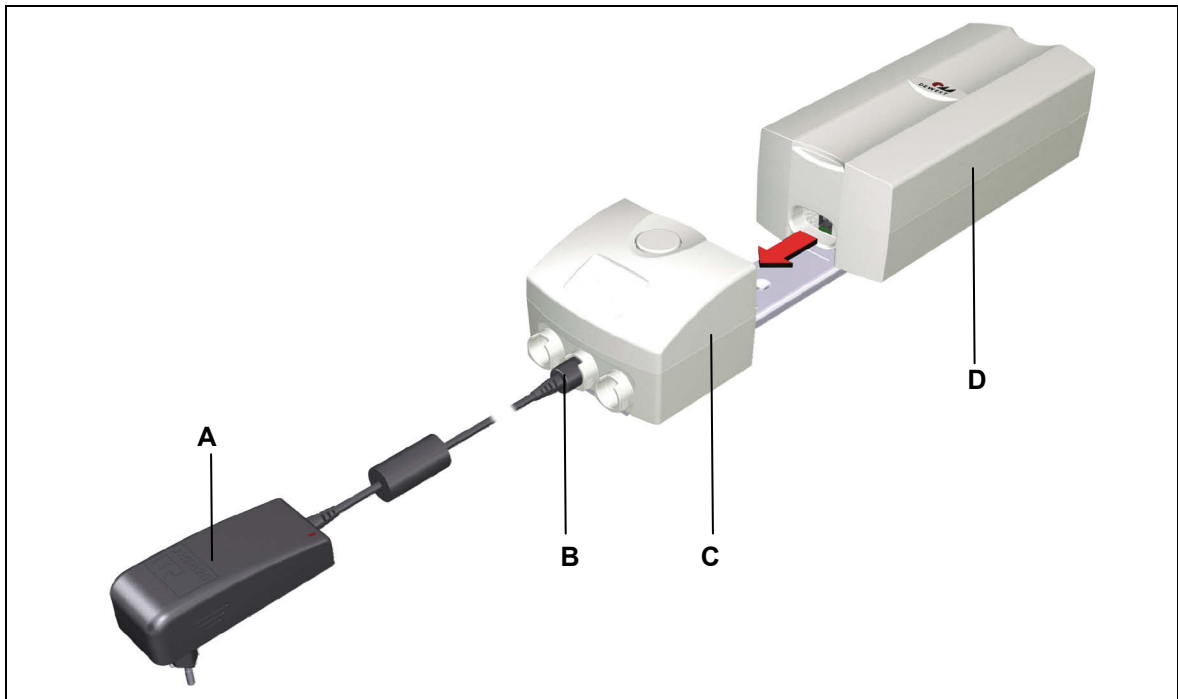

Abbildung 20 Laden des ACCU AC 4.5 bzw. ACCU AC 4.5DC an der Ladestation
- 5** Schließen Sie den PLUG-IN CHARGER PB 4.5 an die Ladestation an, wie in Abbildung 20 gezeigt.